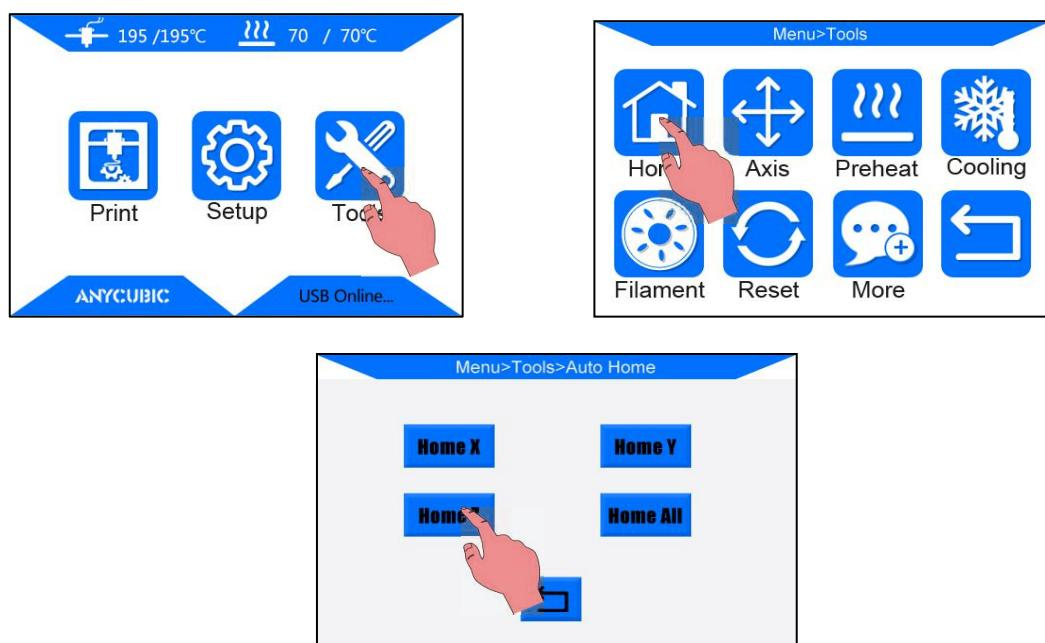

図 7
Step 2. 図7のようにメインメニューから「Tools」→「home」→「home Z」